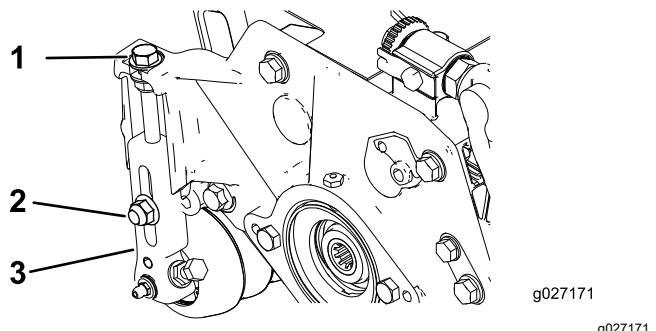

Figura 15
1. Afloje las contratuerzas que sujetan los soportes de ajuste de la altura de corte a las placas laterales de la unidad de corte (Figura 15).